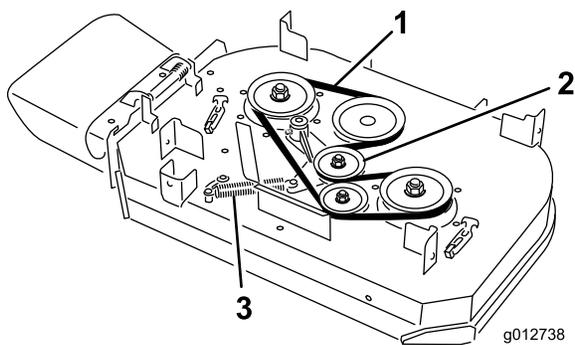

図 65
4. アイドラプーリのアームについているアンカーポストからスプリングを取り外す（図 65）。
5. ベルトを取り外す（図 65）。
6. デッキ・プーリとアイドラ・プーリに新しいベルトを掛け回す（図 65）。
7. アイドラプーリのアームについているアンカーポストにスプリングを取り付ける（図 65）。
4. アイドラプーリのアームについているアンカーポストからスプリングを取り外す (図 65)。
5. ベルトを取り外す (図 65)。
6. デッキ・プーリとアイドル・プーリに新しいベルトを掛け回す (図 65)。
7. アイドラプーリのアームについているアンカーポストにスプリングを取り付ける (図 65)。
5. アイドラプーリのアームについているアンカーポストからスプリングを取り外す (図 65)。
6. ベルトを取り外す (図 65)。
7. デッキ・プーリ、クラッチプーリ、およびアイドル・プーリに新しいベルトを掛け回す (図 65)。
8. アンカーポストにスプリングを取り付ける (図 65)。